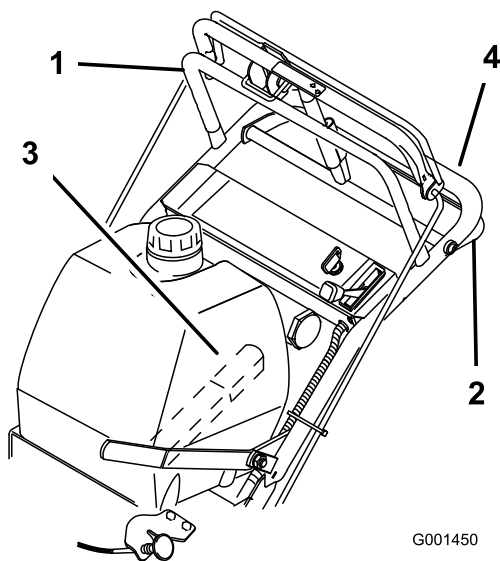
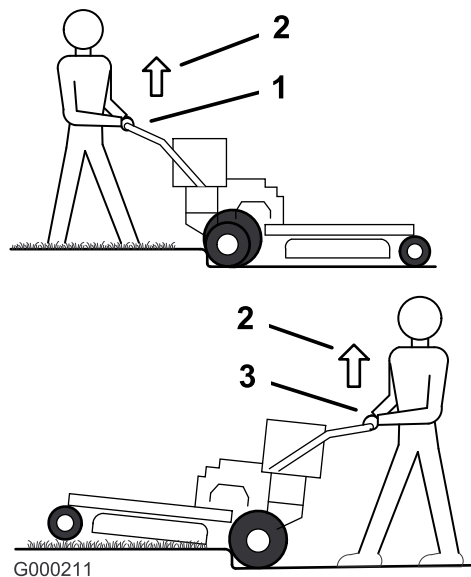
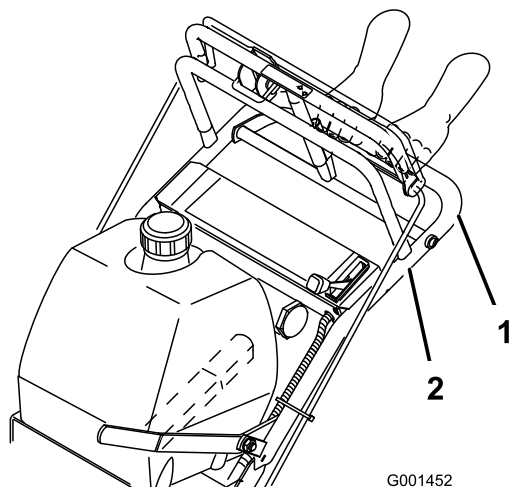

Figure 10
Figure 11
Figure 12
1. Pour vous déplacer en marche avant, sélectionnez une vitesse en marche avant (Figure 10).
3. Appuyez lentement sur la barre de commande supérieure pour avancer (Figure 10).
Pour vous déplacer en ligne droite, appliquez une pression égale aux deux extrémités de la barre de commande supérieure (Figure 10).
Pour tourner, relâchez la pression sur le côté de la barre de commande supérieure dans la direction que vous voulez prendre (Figure 10)
3. Rapprochez lentement la barre de commande inférieure de la poignée inférieure pour vous déplacer en marche arrière (Figure 10).
3. Conduisez la machine jusqu'à ce que les roues pivotantes touchent la bordure (Figure 11).
4. Appuyez sur la poignée inférieure pour soulever l'avant de la machine (Figure 11).
5. Conduisez la machine jusqu'à ce que les roues motrices touchent la bordure (Figure 11).
6. Abaissez l'avant de la machine (Figure 11).
7. Engagez la barre de commande inférieure et soulevez la poignée inférieure simultanément pour monter sur la bordure (Figure 10 et Figure 11).
3. Conduisez la machine jusqu'à ce que les roues motrices touchent la bordure (Figure 11).
4. Engagez la barre de commande inférieure et soulevez la poignée inférieure simultanément (Figure 10 et Figure 12).